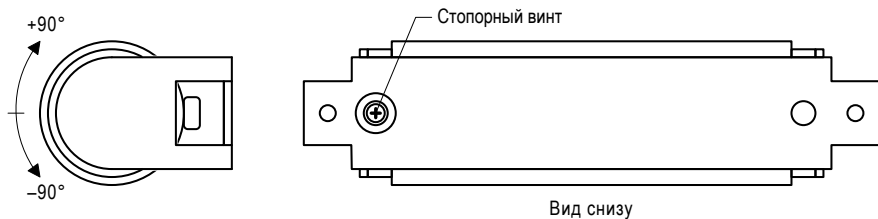

Рисунок 8
- Отрегулировать положение объективов видеокамеры так, чтобы в месте установки зона контроля полностью находилась в зоне видимости видеокамеры (рисунок 8).